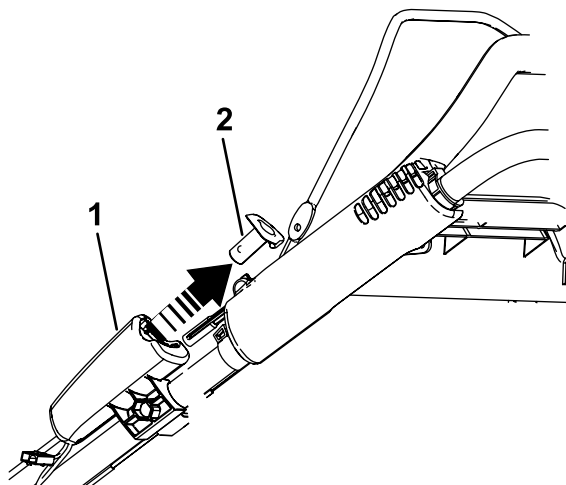

Figure 29
1. Retirez le bouton de démarrage électrique comme montré à la Figure 29 (modèle à démarrage électrique seulement).